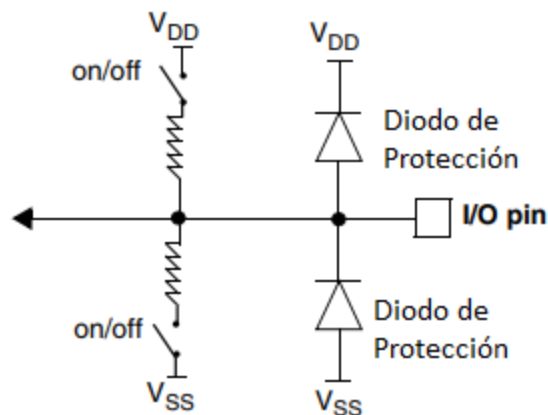

Figura 34. Configuración de pin en entrada flotante.
**Configuración en entrada flotante.** Como se aprecia en la figura 34, ninguna de las resistencias están conectadas, por lo que la entrada queda “flotando”. Esta configuración se usa para entradas de funciones alternas, como una entrada al módulo ADC.